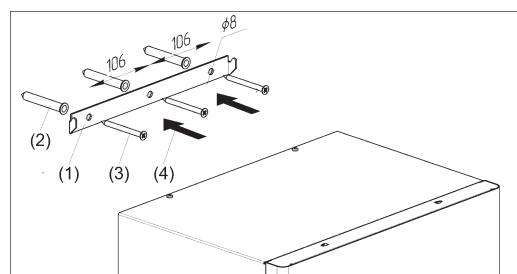

Рисунок 4. Установка прибора на вертикальное основание
(1) Выполните разметку отверстий в стене под крепление кронштейна (закладной) в соответствии с рис.4.
(2), (3) Выполните установку кронштейна (закладной) с использованием дюбелей и шурупов входящих в комплект поставки.